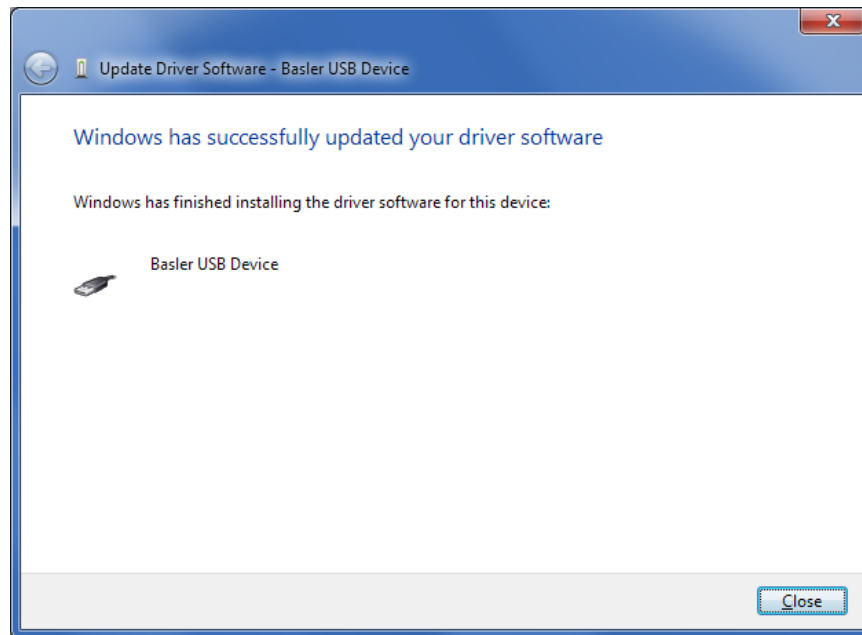

Figure 24-7. Mise à jour du pilote logiciel réussie
Étape 7. La fenêtre dans la Figure 24-7 apparaît si l'installation du pilote a réussi.